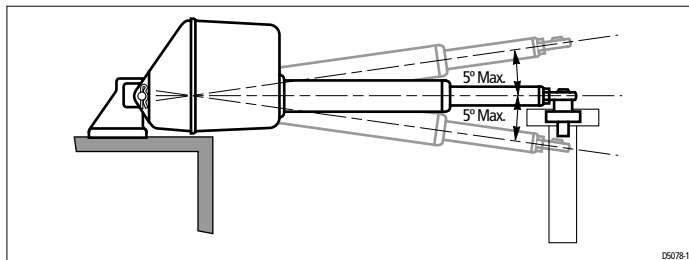

図5：プッシュロッドとティラーアームの回転面の位置合わせ
- プッシュロッドは、ティラーアームの回転面と正確に位置合わせする必要があります。ボールエンドフィッティングは、プッシュロッドとティラーアームの回転平面（図5を参照）の間で最大5度のミスアライメントしか許さない。
- ボールエンドフィッティングの角運動は5度未満です（図5参照）。この5度の制限を超えると、ドライブは耕耘機のアーム/ラダー象限に引っ掛かり、ボールジョイントが拘束されます。